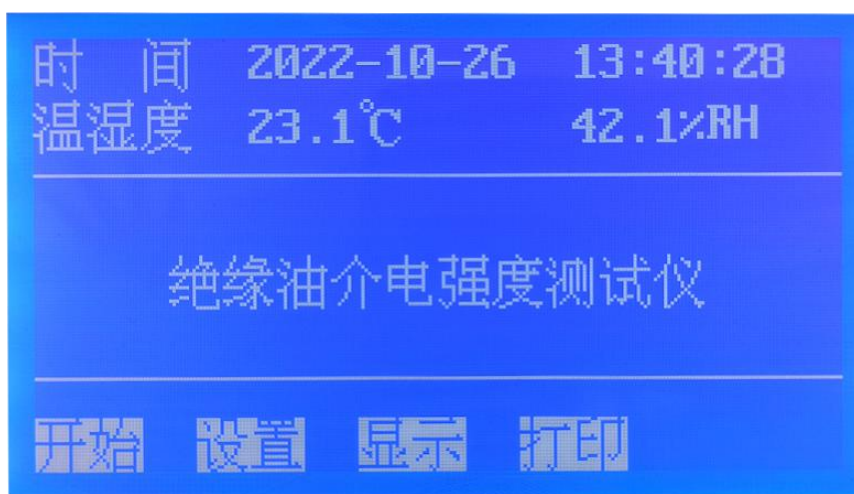
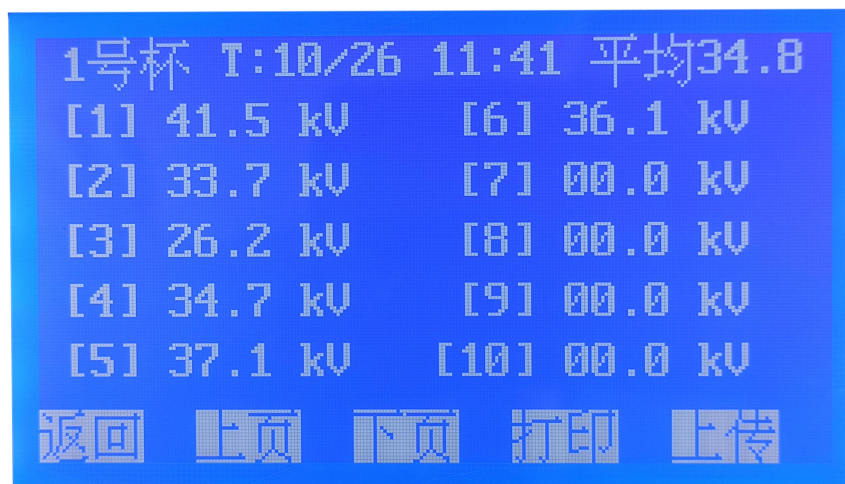

图 1. 开机页面
图 8. 显示子页面
1. 插接电源线，打开电源开关，液晶屏显示开机页面（图 1）
2. 在图 1 页面下，按 **设置** 键进入下一级页面（图 2）；
7. 每次击穿电压值和轮回次数自动存储，测量完毕后显示**测试完毕**，然后按 **确认** 键返回到开机页面（图 1），按 **打印** 或 **显示** 键进入油杯每次击穿电压值和平均值的存储记录（图 8）。
按 **打印** 键打印测试结果，按 **返回** 键返回开机页面（图 1）。